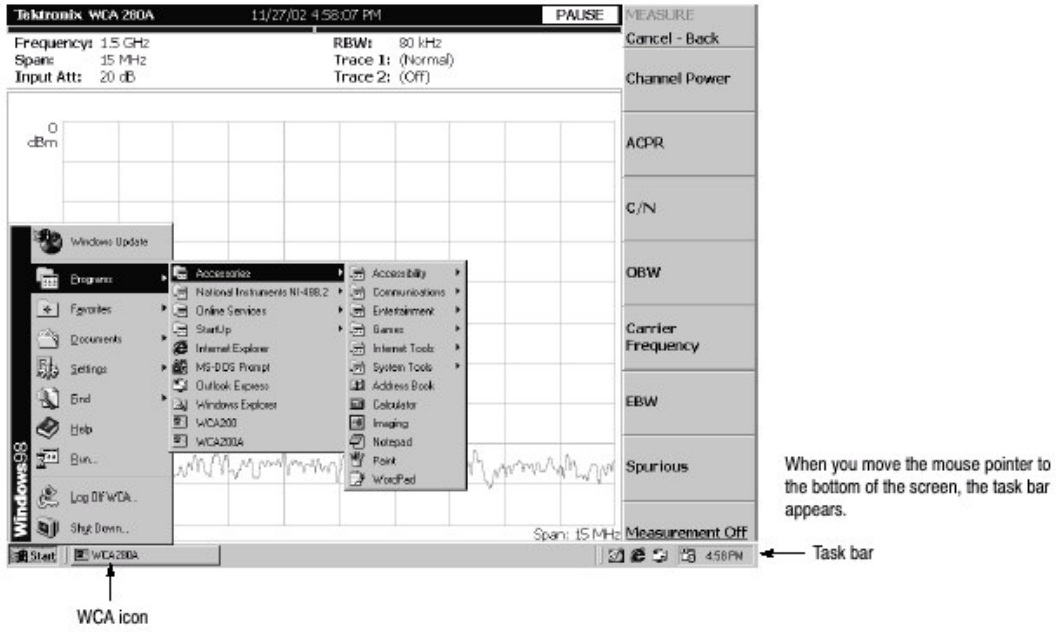

图 3-90 显示 Windows 98 附件菜单
当用鼠标将指标移到屏幕底部时, 任务条出现 (显示) (见图 3-90)。任务条包含启动和分析仪应用图标。遵循视窗 98 的操作程序使用 Start 菜单进入视窗应用。
1. 使用鼠标将指针移到屏幕底部 (见图 3-90)。任务条出现。